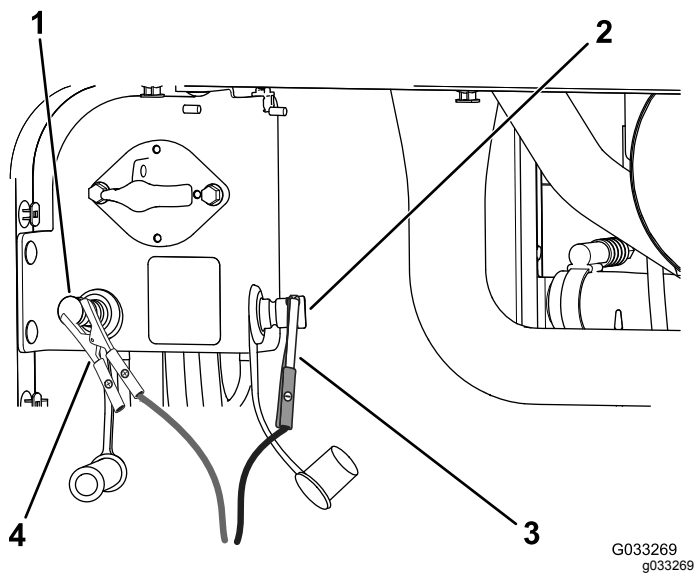

Figure 115
4. Connectez le câble positif du chargeur de batterie à la borne positive de la batterie déchargée (Figure 115).
5. Branchez le câble négatif du chargeur de batterie à la borne négative de la batterie déchargée (Figure 115).
7. Quand les batteries sont chargées au maximum, débranchez le chargeur de la source électrique, puis débranchez les fils du chargeur des bornes de la batterie déchargée (Figure 115).